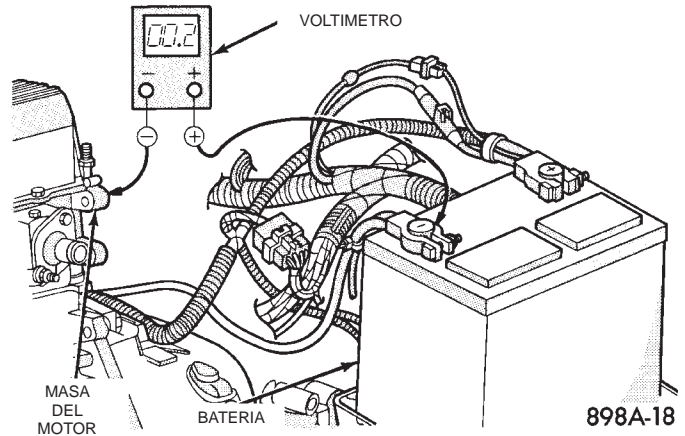

Fig. 5 Prueba de resistencia del circuito de masa-característica
(4) Conecte el voltímetro para medir entre el borne del terminal negativo de la batería y una masa buena limpia en el bloque del motor (Fig. 5). Gire el interruptor de encendido y manténgalo en la posición START. Observe el voltímetro. Si la lectura es superior a 0,2 voltios, limpie y apriete la sujeción del cable negativo de la batería en el bloque del motor. Repita la prueba. Si la lectura continúa siendo superior a 0,2 voltios, reemplace el cable negativo de la batería defectuoso.